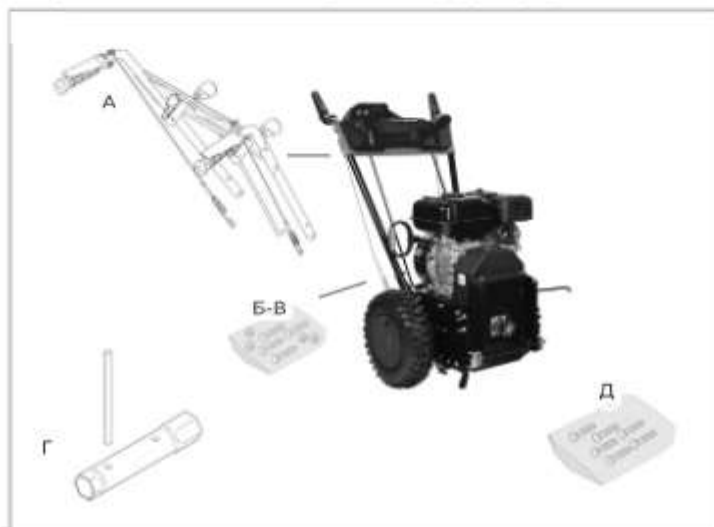

Рис. 2
**3. КОМПЛЕКАЦИЯ (рис. 2):****ВНИМАНИЕ:**